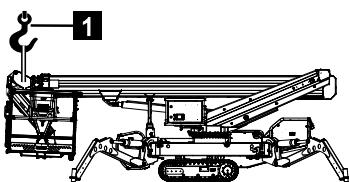

Abb. 253
- 2. Teleskop mit einem Kran sichern (Abb.253/1).